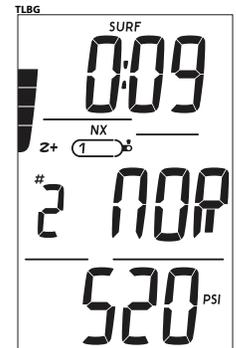

Fig. 3 - ÉCRAN PRINCIPAL SURFACE NORM (> 10 min après la plongée 1)
**ÉCRAN PRINCIPAL SURFACE NORM : paramètres affichés (fig. 3)**